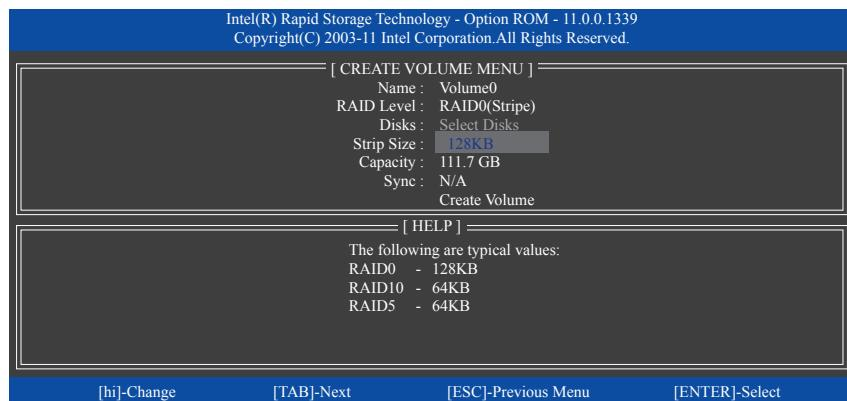

図 5
**Disks** アイテムの下で、RAID アレイに含めるハードドライブを選択します。取り付けたドライブが 2 しかない場合、ドライブはアレイに自動的に割り当てられます。必要に応じて、ストライブロックサイズ (図 5) を設定します。ストライブロックサイズは 4 KB~128 KB まで設定できます。ストライブロックサイズを選択してから、<Enter> を押します。